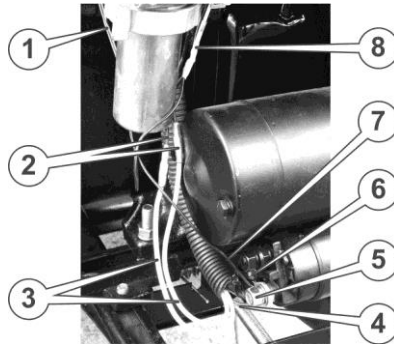

Рисунок 25. – Електроживлення фари
35. Приєднати проводи як зображено на рис. 25., силовий дріт від клеми "+" акумулятора приєднується до силової клеми (5) на затягувальній котушці електростартера, до цієї ж клеми приєднати одну будь-яку з жил (7) зведеного проводу електроживлення фари (1). Другу жилу зведеного проводу електроживлення фари приєднати до дроту (8) фари зелений провід (4) з пластикового рукава під'єднати до керувальної клеми (6) на затягувальній котушці електростартера, два жовтих дроти (3) з пластикового рукава під'єднати до роз'ємів (2) електрогенератора.